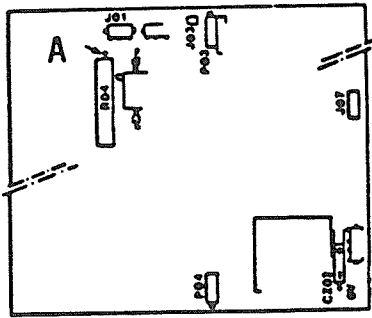

FIG. 34
13.3.1 Ajustement STATIQUE (FIG.34 et 35)
- Desserrer les vis (1), ajuster le capteur à l'aide de l'excentrique (2) pour obtenir 0,1mm en (G)
- .. Ajuster P03 (fig.34) pour avoir 0V en J07-12. Si réglage impossible tourner le moteur et affiner par P03.